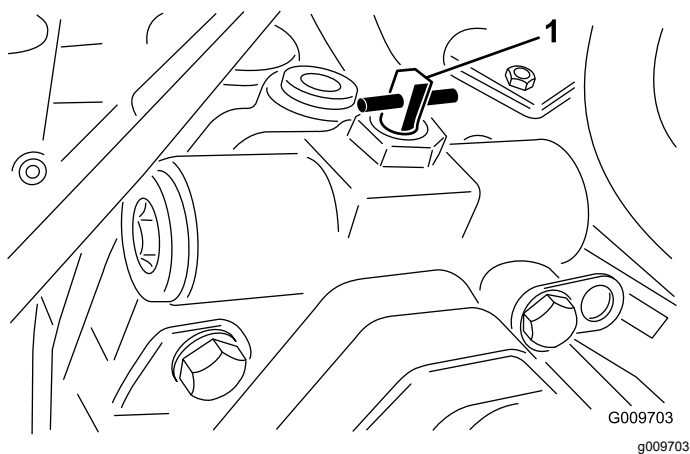

図 65
3. バイパスバルブを右または左に90°回転4分の1回転させるとバルブが開いて内部でバイパスが形成される 図 65。
2. バイパスバルブを右または左に90°回転¼分の1回転させるとバルブが開いて内部でバイパスが形成される 図 65。